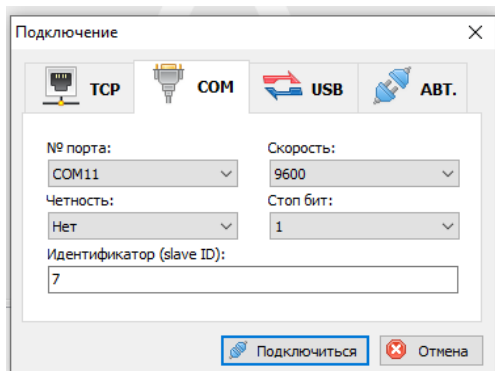

Рисунок 7 – Окно «Подключение».
Установка связи происходит при нажатии кнопки «Подключиться» . В появившемся окне (рисунок 7) необходимо выбрать тип подключения (COM), номер порта, четность (нет), адрес устройства, скорость подключения, стоп бит (1) и нажать кнопку «Подключить». Если связь установлена, появится вкладка, отображающая данные, поступающие с измерительных каналов. На вкладке «Конфигурация» можно посмотреть текущие настройки модуля.